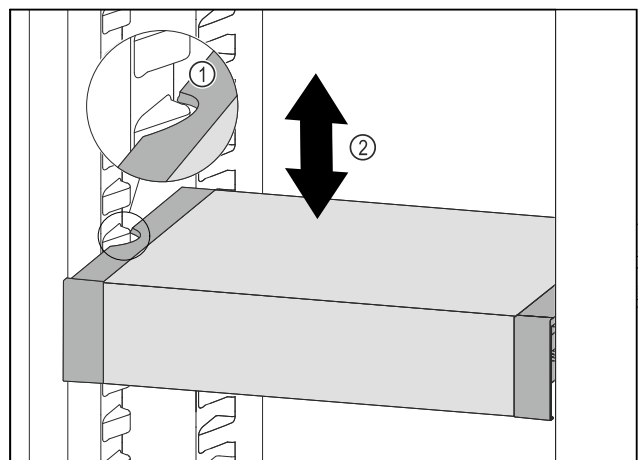

Fig. 146
- VarioSafe naar voren trekken tot de uitsparingen aan de zijkant van de VarioSafe zich ter hoogte van de rib in het koelgedeelte bevinden. Fig. 146 (1)
- VarioSafe in het koelgedeelte omhoog of omlaag bewegen tot de gewenste hoogte is bereikt. Fig. 146 (2)